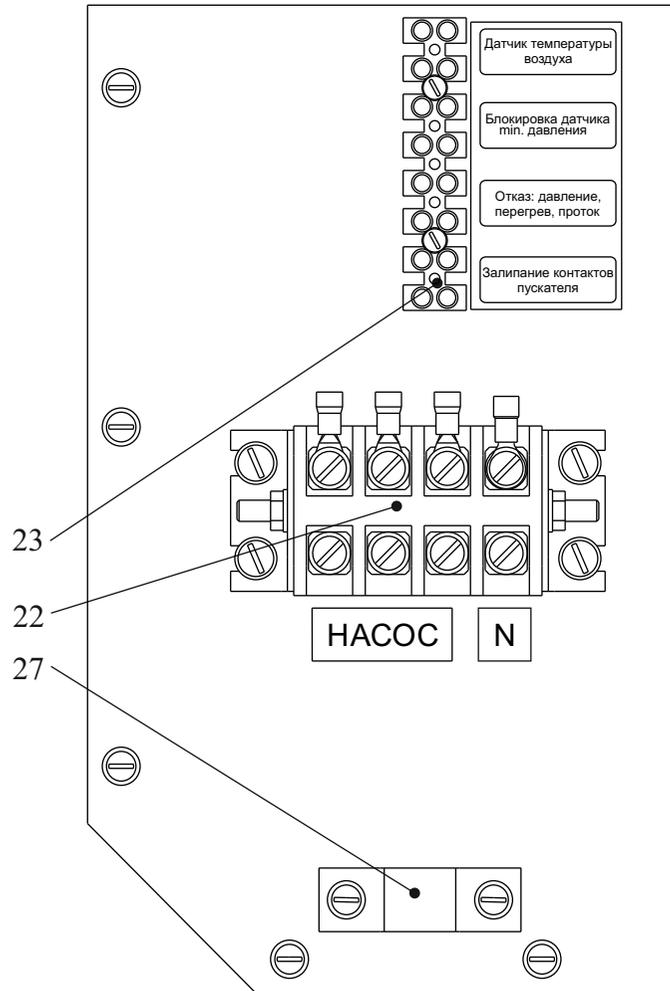

Рис.3 Панель подключения внешних устройств
При работе прибора в открытой системе отопления на клеммной колодке (23 рис.3) должна быть установлена перемычка на клеммах “Блокировка датчика min. давления”.
4.2.2 Для организации дистанционной индикации отказов прибора на клеммную колодку (23, Рис. 3) выведены сигналы “Отказ: давление, перегрев, проток” и “Залипание контактов пускателя” от соответствующих реле на плате управления. Контакты реле предназначены для работы в цепях переменного и постоянного тока в диапазоне напряжений 0-250В. Допустимый ток коммутации 5А. При аварийной ситуации контакты реле замыкаются.
7.2.6 При подключенном через клеммник “Датчик температуры воздуха” (Рис.3) внешнем датчике температуры воздуха прибор переходит в режим управления по температуре воздуха в помещении, где установлен датчик. Ручка терморегулятора *ТЕМПЕРАТУРА* должна находиться в крайнем правом положении.